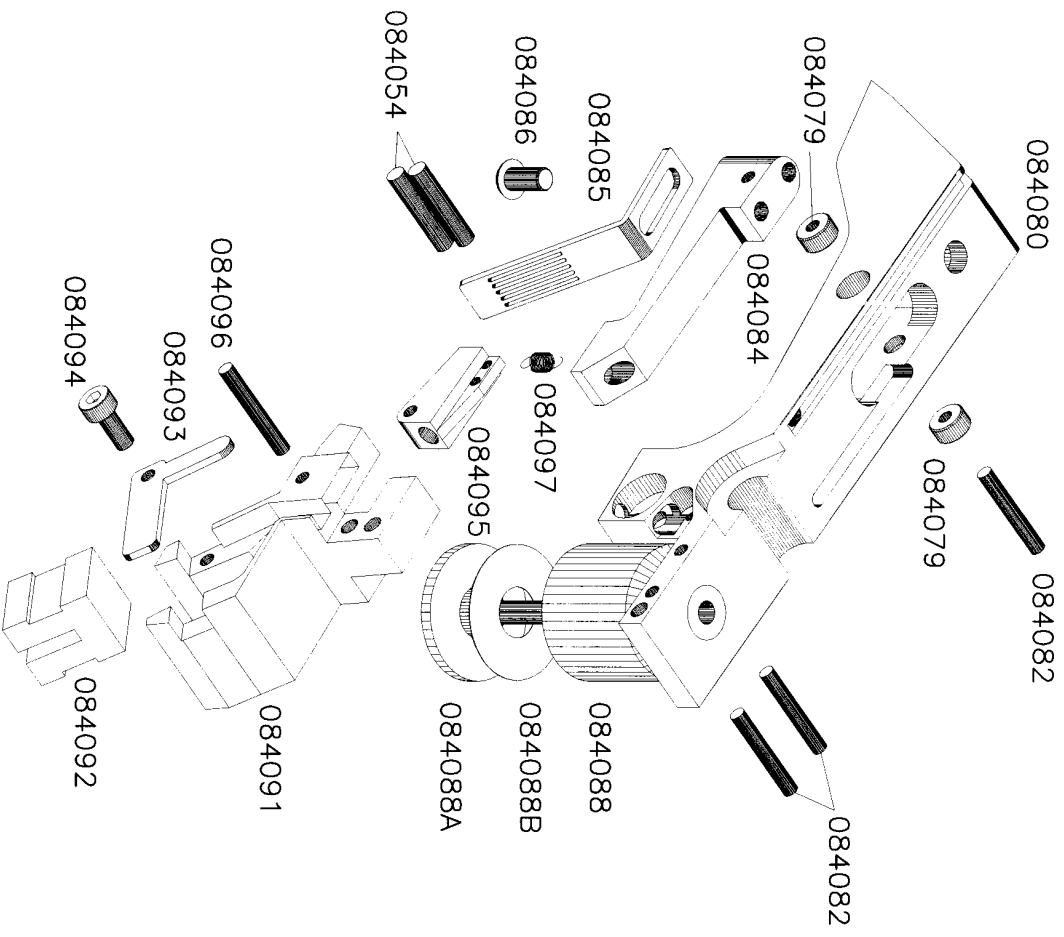

FIG. 1
1. Mise sous tension de l'arme et contrôle de la batterie (Fig. 1)
2. Test de batterie chargée (Fig. 1)